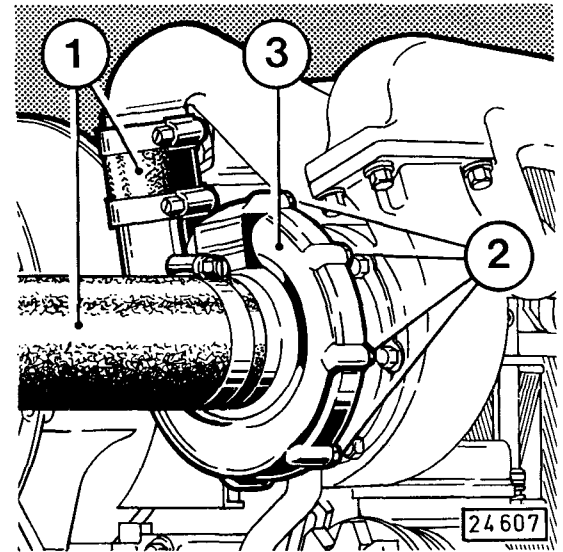

Fig. 64
- Verbindungsmuffen 1 (Fig. 64) zum Filter und zur Ladeluftleitung zu lösen.